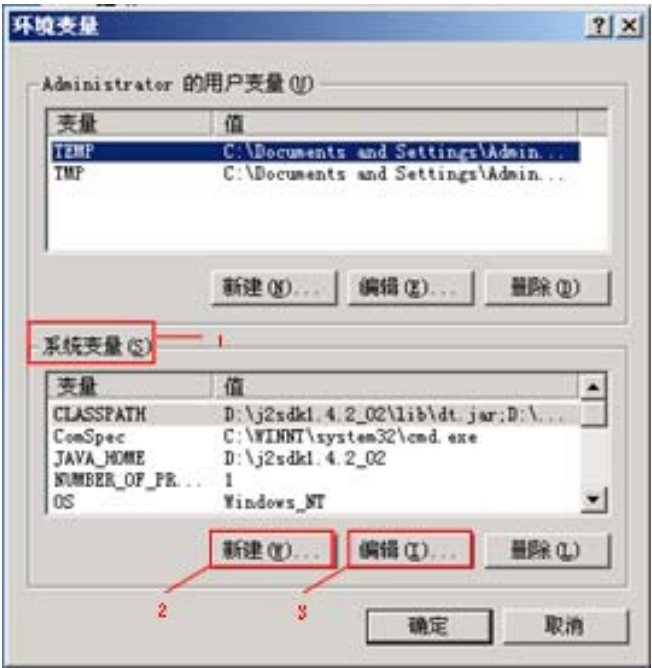

图 2 环境变量对话框
4) 编辑“path”系统变量。点击图 2 中的编辑按钮，在变量值前面加入